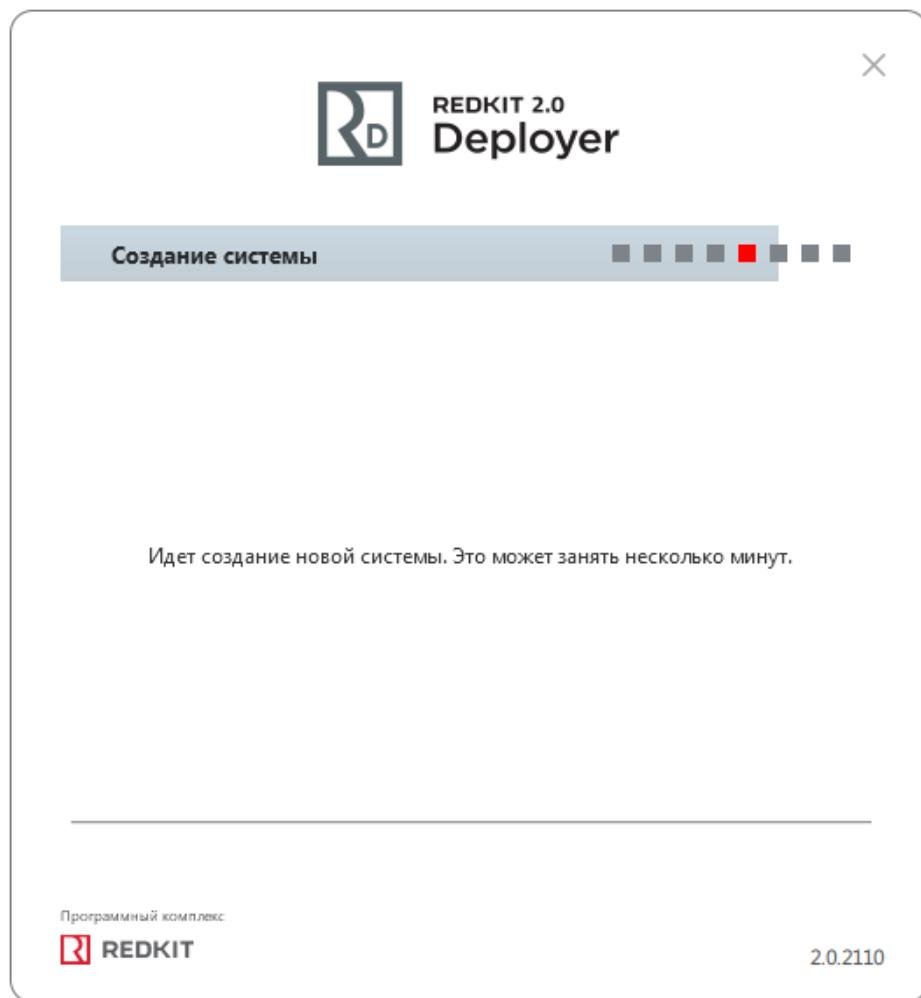

Рисунок 27 - Создание системы
12. Начнется процесс создания системы Redkit (Рисунок 27).